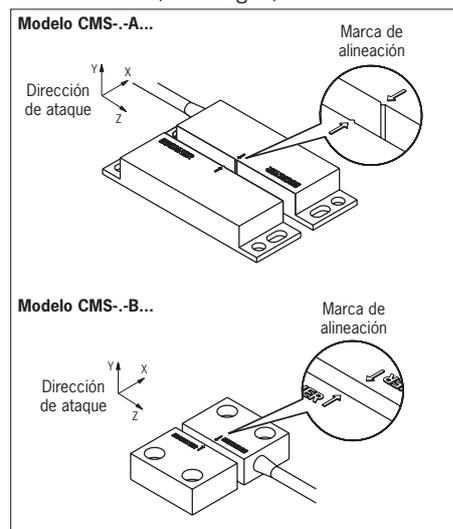

Fig. 1: Alineación de la cabeza de lectura y el actuador
La cabeza de lectura y el actuador pueden montarse en cualquier posición. Asegúrese de que ambos estén alineados (véase Fig. 1).
- ▶ Sus superficies activas estén completamente enfrentadas cuando el resguardo esté cerrado (véase Fig. 1).
- ▶ Si la velocidad de ataque entre la cabeza de lectura y el actuador es reducida, se recomienda evitar la dirección de ataque **Z** (véase Fig. 1).